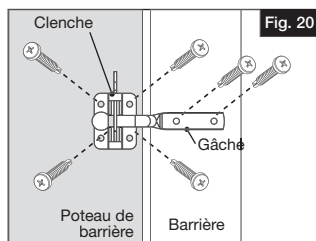

Fig. 20
- Installer le loquet en utilisant les six vis Phillips de 1 po (25 mm) fournies avec le loquet. D'abord, installer la gâche sur la barrière ; puis, installer la clenche sur le poteau de barrière (Fig. 20).